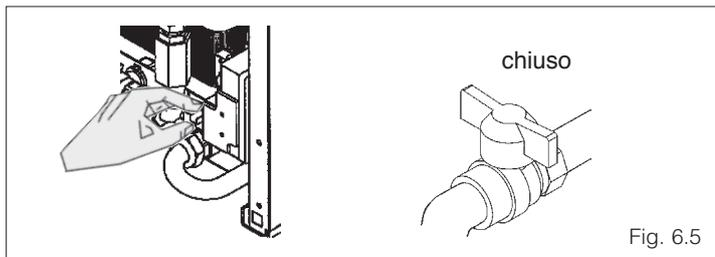

Fig. 6.5
- chiudere quindi il rubinetto del gas posto sotto la caldaia, ruotando la manopola in senso orario (fig. 6.5).